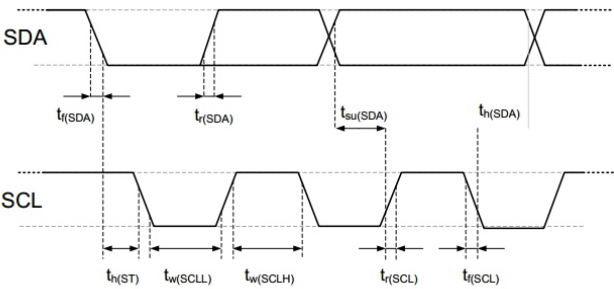

图12 数字输入/输出端的时序图、缩略语在表 8 中进行了解释。较粗的 SDA 线由传感器控制、普通的 SDA 线由单片机控制。请注意 SDA 有效读取时间由前一个转换的下降沿触发。
SDA 引脚用于传感器的数据输入和输出。当向传感器发送命令时，SDA 在串行时钟（SCL）的上升沿有效，且当 SCL 为高电平时，SDA 必须保持稳定。在 SCL 下降沿之后，SDA 值可被改变。为确保通信安全，SDA 的有效时间在 SCL 上升沿之前和下降沿之后应该分别延长至 TSU and TH0 -参考图 12。当从传感器读取数据时，SDA 在 SCL 变低以后有效 (TV)，且维持到下一个 SCL 的下降沿。
电气特性，如功耗、输入和输出的高、低电平电压等，依赖于电源供电电压。为了使传感器通讯顺畅，很重要的一点是，确保信号设计严格限制在表 7、8 和图 12 所给出的范围内）。
表 8 I²C快速模式数字输入/输出端的时序特性。具体含义在图12 有所显示。除非另有注明。